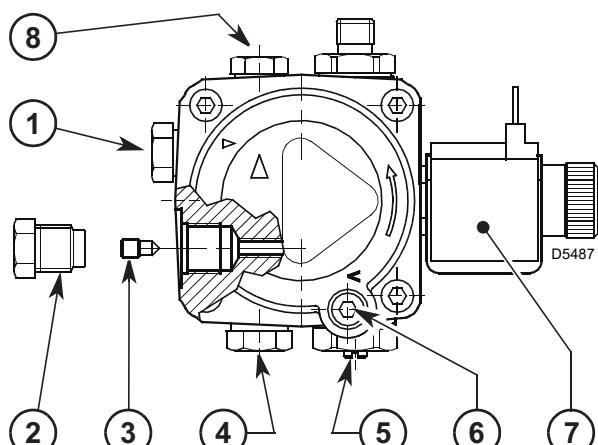

Fig. 15
- Si es necesario, volver a calibrar la presión con el tornillo 5) Fig. 15.